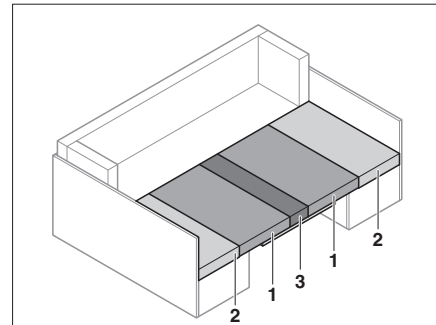

Fig. 71 Después de la transformación
- Tirar de los cojines del asiento (Fig. 71,1) hacia el centro.
- Colocar los cojines del respaldo (Fig. 71,2) entre los cojines del asiento (Fig. 71,1) y la pared exterior.
- Colocar el cojín adicional (Fig. 71,3) entre los cojines del asiento (Fig. 71,1) sobre la mesa.